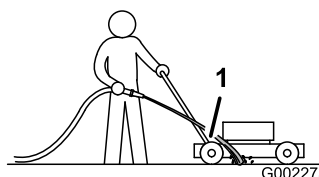

Figura 39
3. Sujete la manguera a la altura del manillar y dirija el agua para que fluya sobre el suelo justo por delante de la rueda trasera **derecha** (Figura 39).